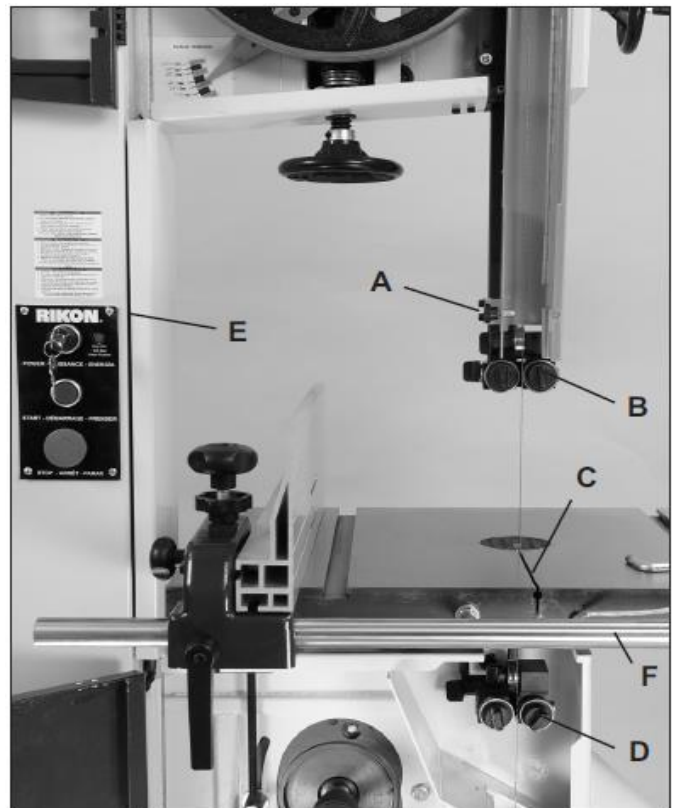

Рис. 21
3. Откройте откидную дверцу (#11C) на защитном кожухе лезвия, ослабив фиксирующую ручку (#14C). Рис. 21, А.
4. Снимите пыльное полотно с верхнего колеса, затем пропустите его через верхние направляющие лезвия (B), прорезь в столе (C), нижние направляющие лезвия и нижний кожух лезвия (D), извлеките из прорези в стойке станка (E), снимите с нижнего колеса, а затем вокруг передней рейки (F).